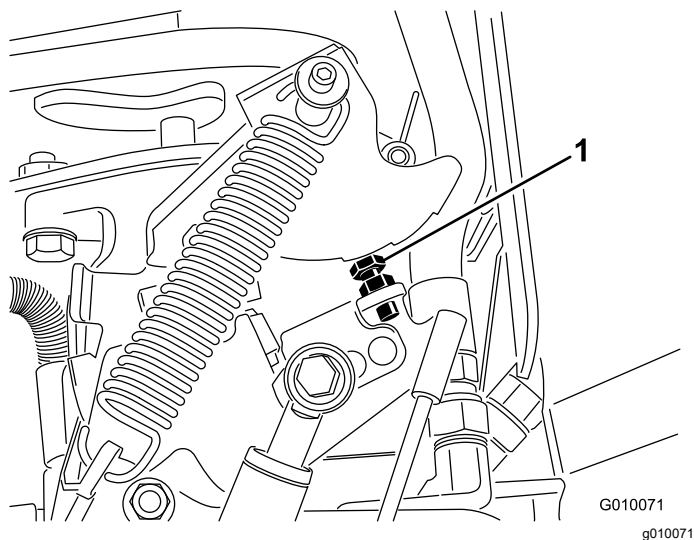

Bild 71
6. Wenn die Einstellung verstellt werden muss, drehen Sie die Pumpenanschlagschraube (Bild 71) mehr zur Anschlagsplatte, um den Lochabstand zu verringern, oder drehen Sie die Anschlagschraube von der Anschlagplatte weg, um den Lochabstand zu erhöhen.